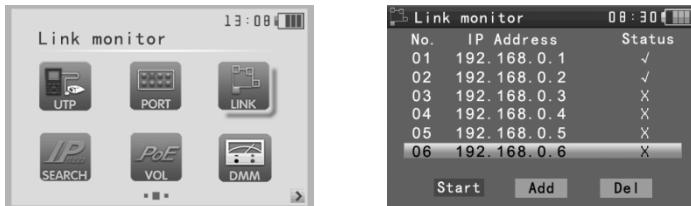

Рис.27 Подменю Link monitor
2. С помощью кнопок  выберите подменю  и нажмите  (Рис.27)